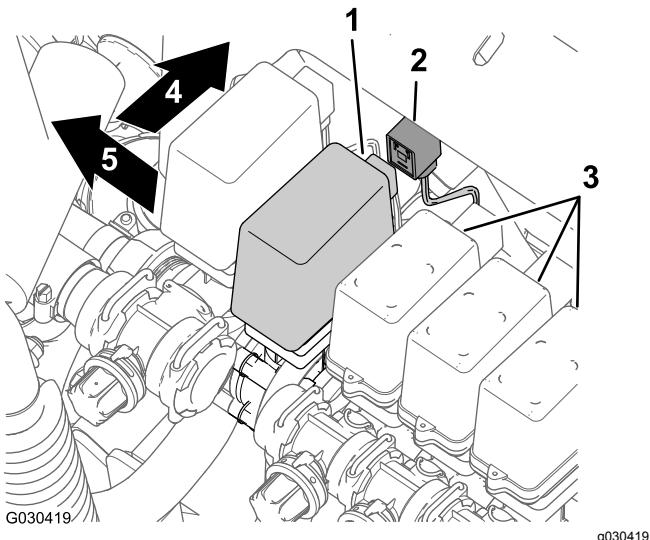

Figura 12
1. En la parte trasera de la máquina, localice el conector hembra de 3 vías del arnés de cables trasero principal de la máquina, con la etiqueta EDUCTOR (eyector) (Figura 12).
2. Retire el conector del eyector del arnés principal del conector de 3 patillas de la válvula del eyector (Figura 12).